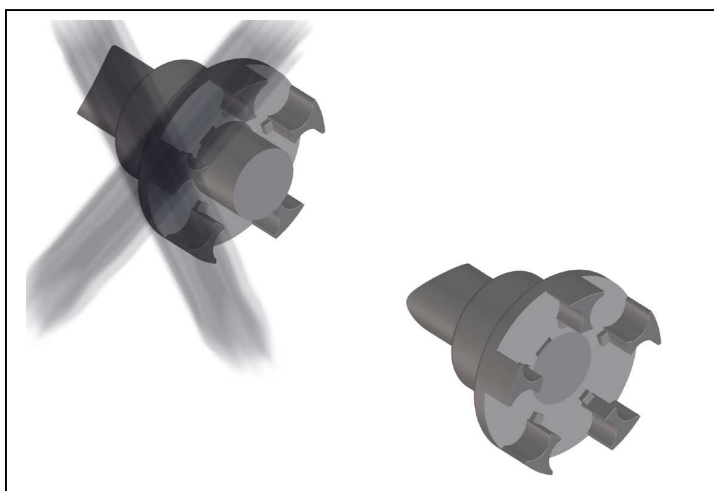

Bild 4
- Montieren Sie die Naben so, dass die Wellenenden mit den inneren Bohrungsöffnungen bündig abschließen (Bild 4). Beachten Sie eventuell abweichende Vereinbarungen!